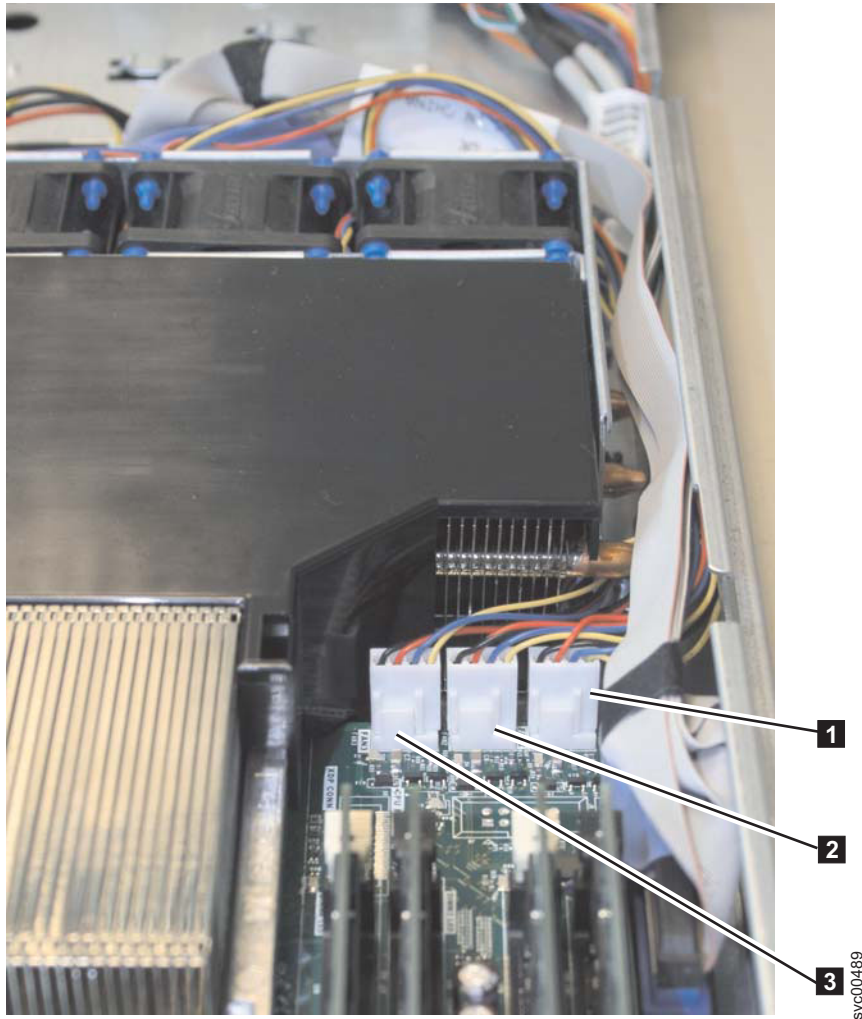

図 279. SAN ボリューム・コントローラー 2145-8A4 熱交換ファンのコネクタ
12. システム・ボードの前端に沿って 5 個のファン・コネクターを取り外します。317 ページの図 279 は、ファン・コネクターのうち 3 個を示しています。